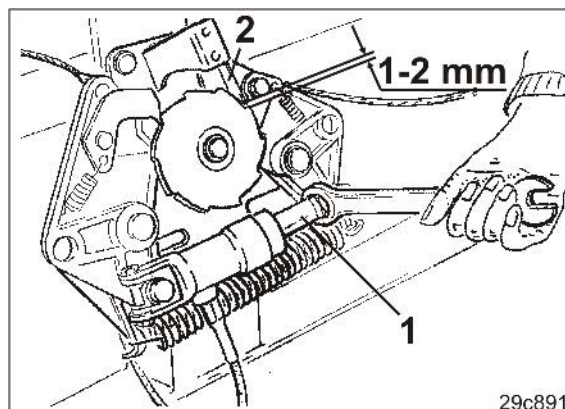

Рис. 221
3. Гаечным ключом с открытым зевом поворачивайте поршень (Рис. 221/1) гидравлического цилиндра, пока пластинчатая пружина (Рис. 221/2) на механизме автоматического переключения не зафиксируется со щелчком, и пока между пластинчатой пружиной и зубом не будет настроен зазор 1 - 2 мм.